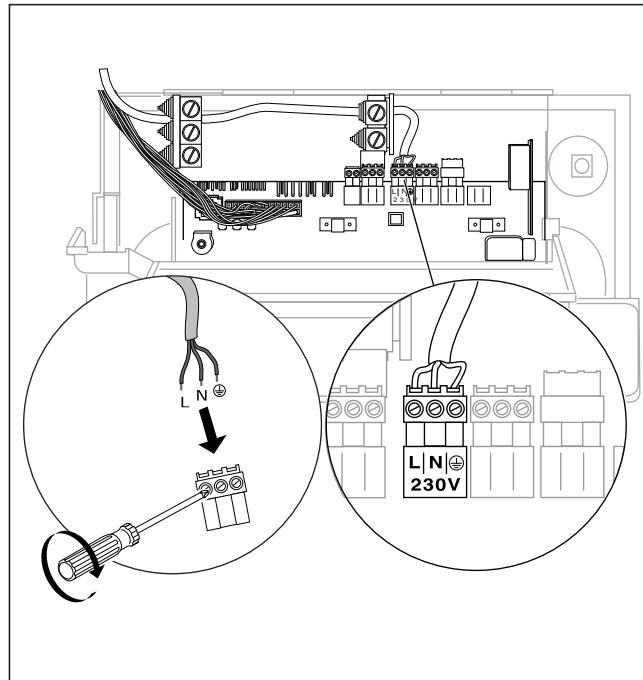

Рис. 4.4 Присоединение сетевого кабеля
Газовые котлы фирмы "Vaillant" оснащены соединительными штекерами системы Pro E для облегчения электромонтажа, и в них выполнен электромонтаж в готовом к подключению виде. Провод подключения к сети и все прочие соединительные кабели (например, отопительного насоса и т.д.) могут быть присоединены к зажимам предусмотренных для этой цели штекеров системы Pro E (смотри рис. 4.4). Кабели с сетевым напряжением и кабели низкого напряжения (например кабели датчиков) должны прокладываться пространственно раздельно.
- Проложите сетевой кабель к соответствующим штекерам системы Pro E в котле. Присоедините сетевой кабель к клеммам штекера подключения сети системы Pro E (смотри рис. 4.4 и 4.5).